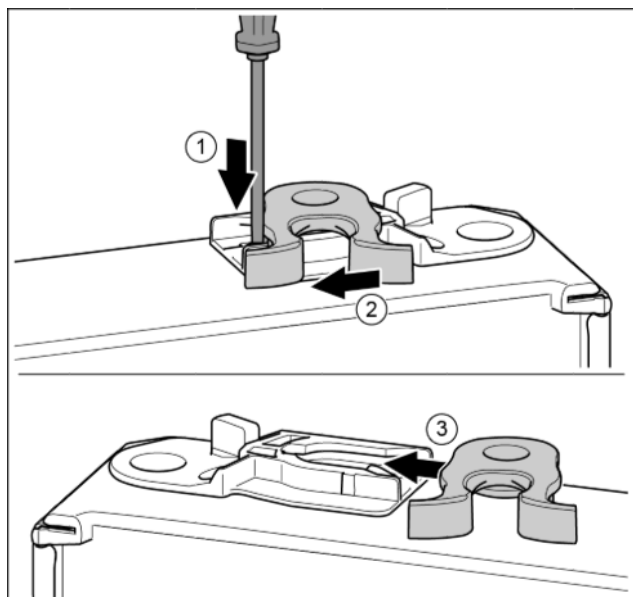

Fig. 13
- ▶ Onderkant van de deur wijst naar boven: Deur draaien. Fig. 13 (1)
- ▶ Lip met sleufschroevendraaier naar onder drukken. Fig. 13 (2)
- ▶ Sluithaak uit de geleiding trekken. Fig. 13 (3)
- ▶ Sluithaak aan de andere kant van de geleiding schuiven. Fig. 13 (3)